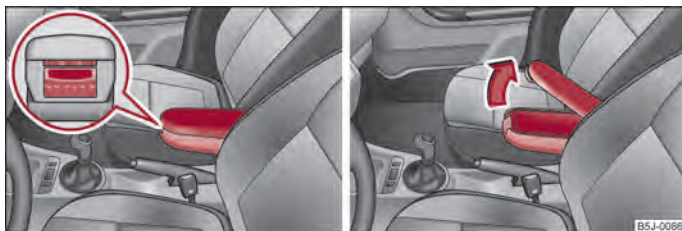

Fig. 73 Apoyabrazos: Compartimento guardaobjetos/abrir el compartimento guardaobjetos
- Pulsar la tecla inferior en el lado frontal del apoyabrazos → fig. 73 lado izquierdo. Abatir el apoyabrazos y volver a soltar la tecla.
- Pulsar la tecla superior y doblar la cubierta del compartimento guardaobjetos hacia arriba → fig. 73, lado derecho.